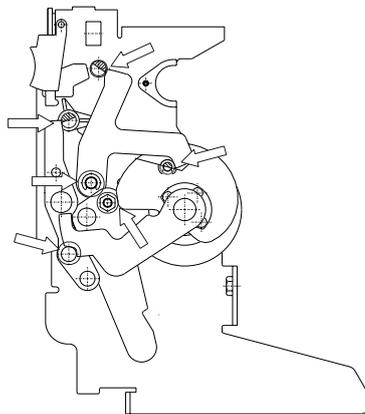

Fig. 33c
- Lubrificare gli alberini e i ganci di apertura chiusura con grasso 5 RX MOLY (OLEOTECNICA) (Fig. 33c); grasso equivalente: KLUBER LUBRIFICATION GRAFLOSCON A-G 1 ULTRA